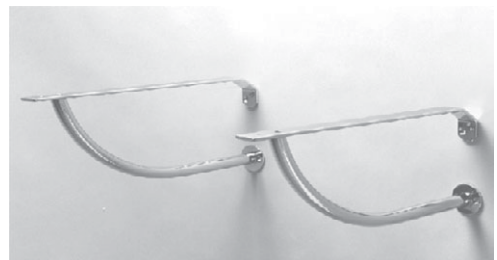

Рис. 1.48. Кронштейны для раковины с полотенцедержателем
- **Кронштейны** используются в случаях, когда предметы необходимо разместить на стене (рис. 1.48). Очень часто прилагаются в комплекте с умывальниками и душевыми, но такой расходный материал стоит иметь про запас. Некоторые умывальники крепятся к стене с помощью кронштейнов, которые могут быть скрытыми или